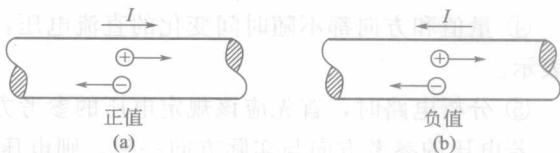

图 1-4 电流参考方向与实际方向的关系
⑤ 在分析与计算电路时，常可任意规定某一方向作为电流的参考方向（或正方向）。图 1-4 所示为电流参考方向与实际方向的关系。